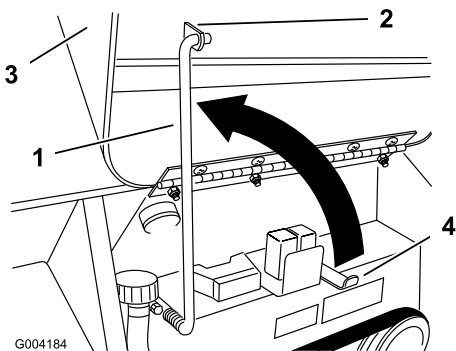

Figura 24
4. Ruotate verso l'alto l'asta di supporto e fissatela nella staffa del cofano (Figura 24).